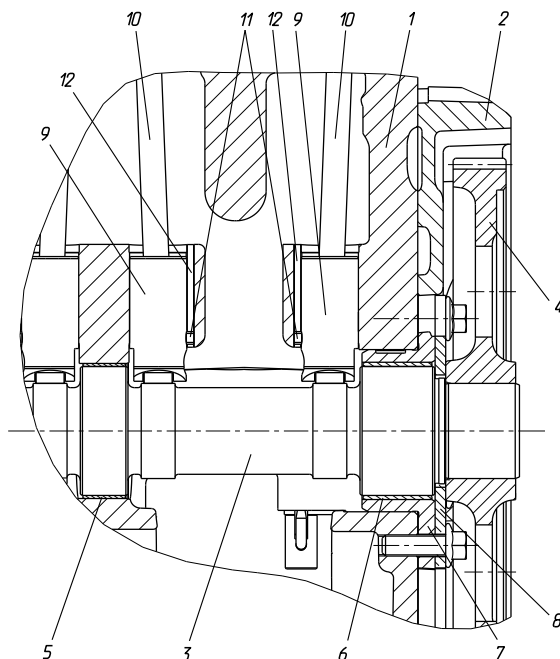

Рисунок 20 - Задний носок распределительного вала с шестерней, опорами и толкателями:
**Распределительный вал** расположен в верхней части блока цилиндров и приводится во вращение от заднего конца коленчатого вала через пару прямозубых шестерен. Шестерни устанавливаются по меткам, выбитым на торцах зубчатых венцов. Подшипниками распределительного вала служат сталебронзовые свертные втулки. Все втулки, кроме задней, выполнены одинаковой ширины и запрессовываются в блок цилиндров. Задняя втулка того же диаметра, но шире, и запрессовывается в чугунный корпус заднего подшипника с фланцем. Осевое смещение вала ограничивается стальным упорным фланцем, установленным между ступицей шестерни и задней опорной шейкой вала. Упорный фланец крепится к заднему торцу блока цилиндров двумя болтами через отверстия во фланце заднего подшипника (рисунок 20).